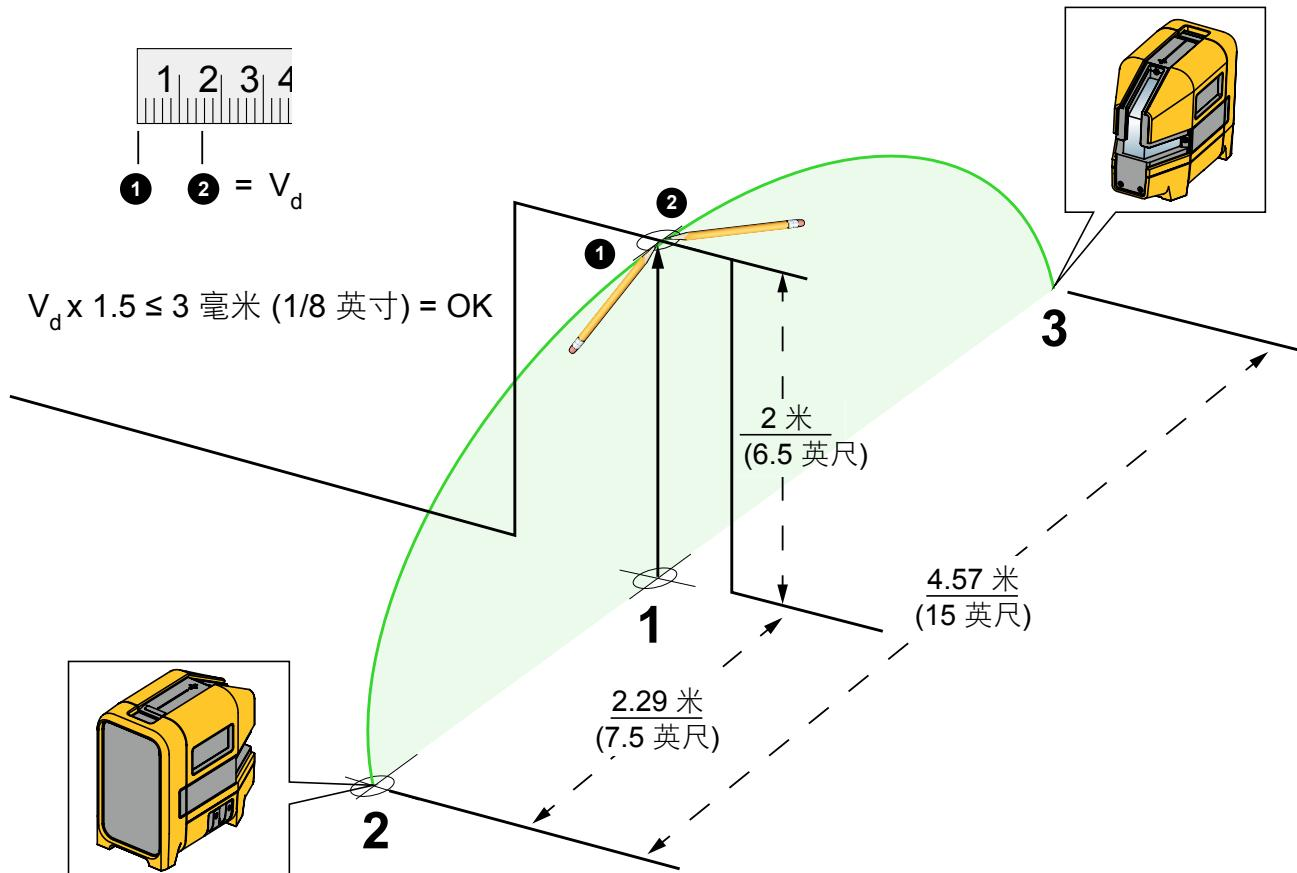

图 8. 垂直激光精度
3. 将一个十字标记（标记 1）置于门楣中心点的地面上。请参见图 8。
7. 将一个十字标记①置于标记 1 上方的门楣上。
9. 将另一个十字标记②置于标记 1 上方的门楣上。